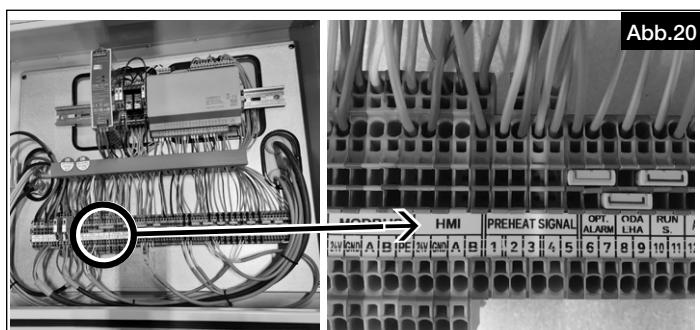

Abb.20
3. Steuerleitung des Bedienelements mit den markierten Anschlusspunkten (s. Abb.20) im Klemmenkasten anschließen (s. Anschlussplan).